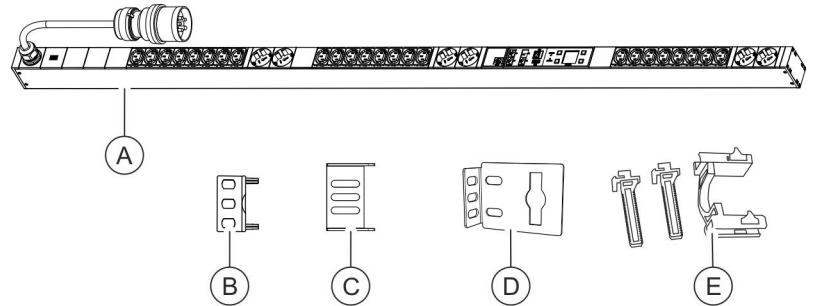

Fig. 14: Material incluido
- PDU (Fig. 14/A)
- Dos escuadras insertables para montar la PDU por su cara trasera (Fig. 14/B)
- Dos escuadras insertables para montar la PDU por sus caras laterales (Fig. 14/C)
- Dos escuadras de montaje (Fig. 14/D)
- Dos juegos de mecanismo de bloqueo para aparatos con baja disipación de calor (C13/C19) (Fig. 14/E)